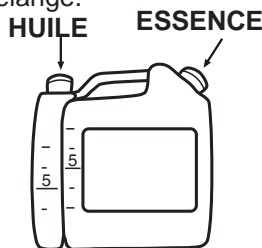

Fig. 12
- > Le rapport de mélange essence/huile recommandé est 40:1 (Fig. 12).